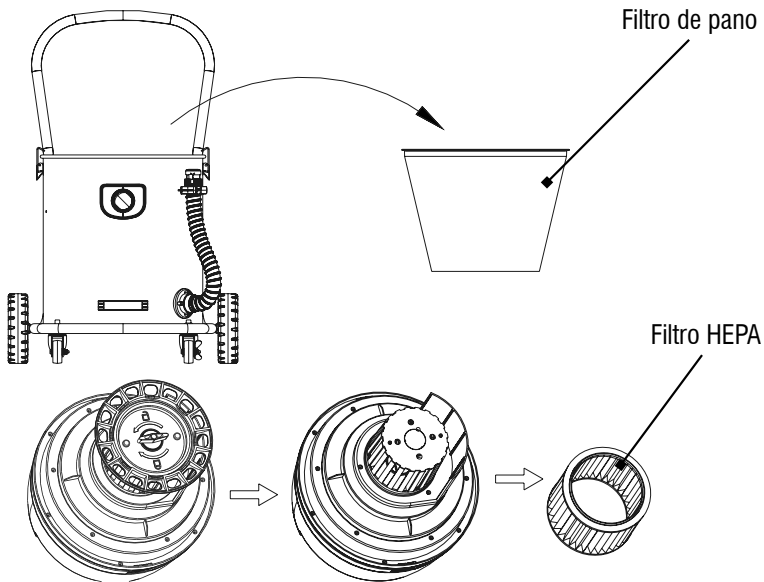

Fig. 18 – Filtro e película protetora do filtro
2. Retire o filtro de pano, Fig. 18;